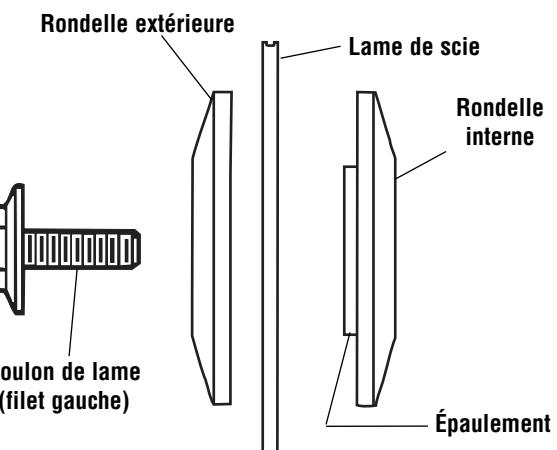

Figure 2. Ferrures de lame
- Enlevez le boulon de lame, la rondelle extérieure et la lame. N'enlevez pas la rondelle interne (Figure 2).
- Pour installer la lame de 12 po, ajustez-la entre les déflecteurs de copeaux puis montez-la sur l'arbre et enfin sur l'épaulement de 1 po de la rondelle interne (Figure 2).